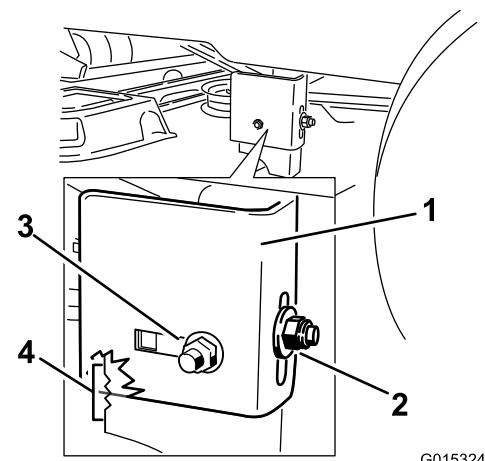

Figure 50
- 9. Desserrez l'écrou de blocage arrière sur le support (Figure 50).
- 10. Desserrez l'écrou de blocage latéral sur le support jusqu'à ce qu'il soit possible d'ajuster le support (Figure 50).
13. Arrêtez le tablier de coupe et vérifiez sa hauteur, puis serrez l'écrou de blocage latéral sur le support pour fixer cette nouvelle position (Figure 50).